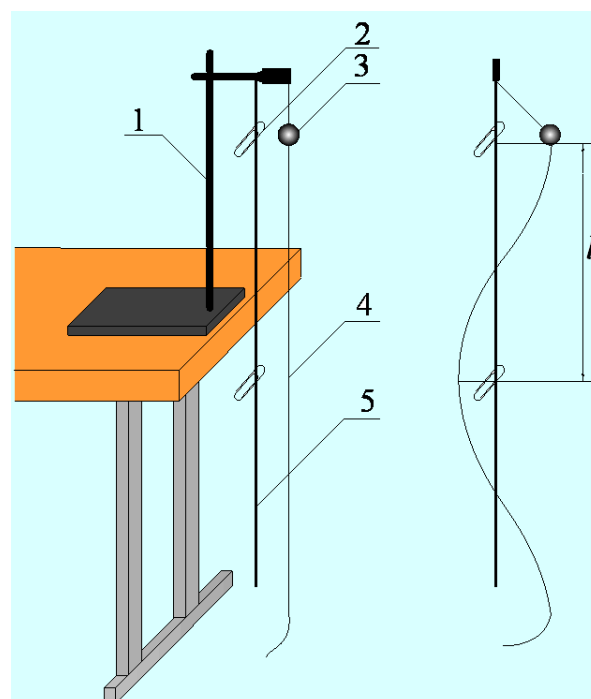

Рисунок 7.2 - Опис установки: 1 – штатив з лапкою та муфтою; 2 – канцелярська скріпка; 3 – маятник; 4 – нитка; 5 - вимірювальна дротина.
1. З кулі й нитки виготовте маятник довжиною 10 см і підніміть його до найбільшої з можливої висоти (див. рисунок 7.2).